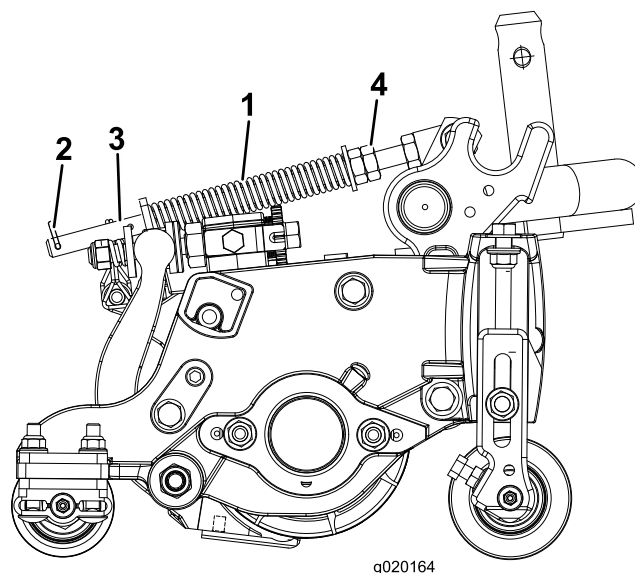

Figura 11
La molla di compensazione del manto erboso (Figura 11) trasferisce il peso dal cilindro anteriore al cilindro posteriore, per contribuire a ridurre l'ondulazione del manto erboso, detta anche fluttuazione o bobbing.
1. Verificate che la coppiglia sia montata nel foro posteriore dell'asta della molla (Figura 11).
2. Serrate i dadi esagonali sul lato anteriore dell'asta della molla, finché la lunghezza compressa della molla non è di 12,7 cm (Figura 11).